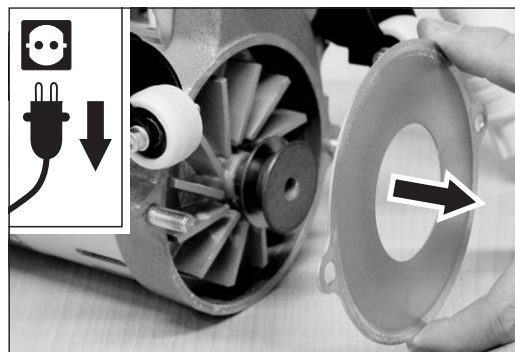

Abb. 38 Entfernen der Ventilatorabdeckung.
- Entfernen Sie die Ventilatorabdeckung (Abb. 38).